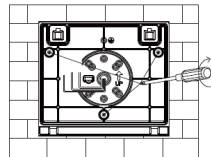

Fig. 2.3
3. À l'aide du KWP-BKPL (vendu séparément), percer les trous de montage sur la plaque arrière avec une perceuse électrique. Fixer la plaque arrière à l'aide de vis (Fig. 2.3).